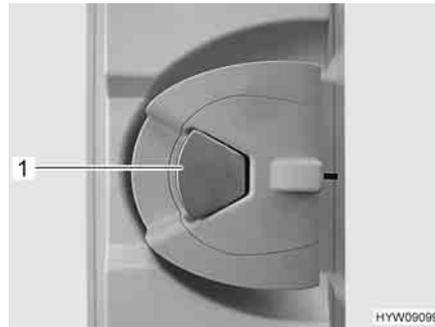

Fig. 33 Serratura della porta (porta di ingresso, lato interno)
- Quando la serratura della porta è bloccata: Tirare una volta la maniglia della porta (Fig. 33,1). La porta è sbloccata.
- Tirare la maniglia della porta (Fig. 33,1). La porta è aperta.
- Premere la maniglia della porta (Fig. 33,1).